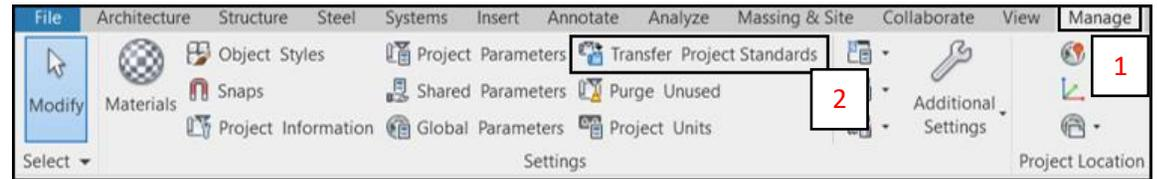

Fig. 2
- A. En el Proyecto de Usuario, seleccionar la herramienta **Transfer Project Standards** en la *Cinta de Opciones: Manage* (1) > *Settings* > **Transfer Project Standards** (2). (Fig. 2)